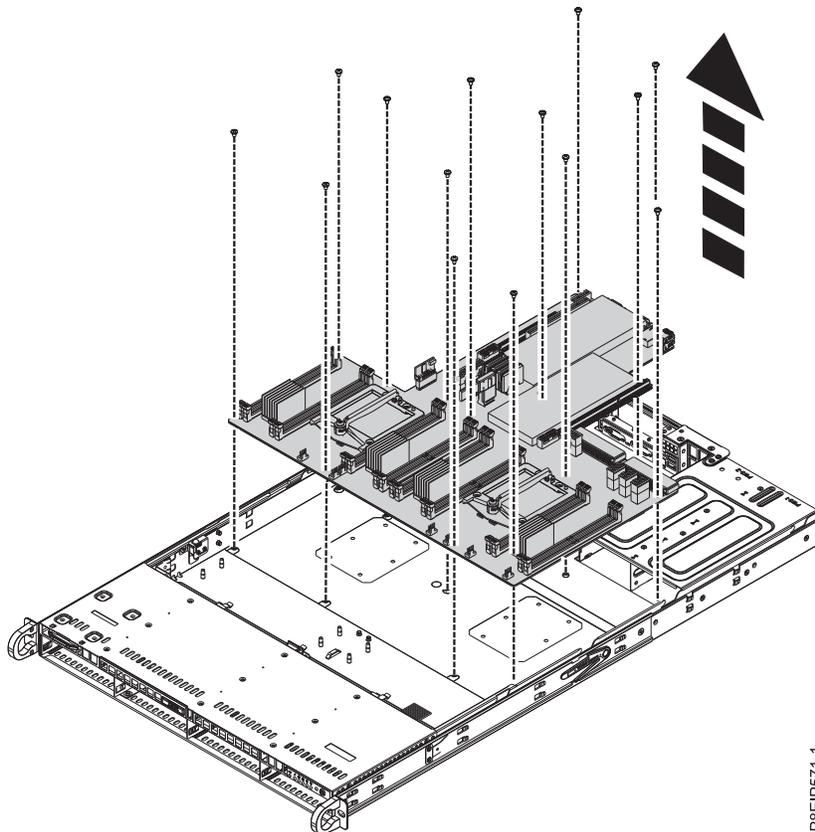

Abbildung 50. Systemrückwandplatine herausheben
11. Legen Sie die Kabel an der Vorderseite aus dem Weg und schieben Sie die Systemrückwandplatte, während Sie das Kühlblech des Prozessors vorsichtig halten, leicht zur Vorderseite und nach oben, um sie auszubauen. Siehe Abb. 50 auf Seite 49.